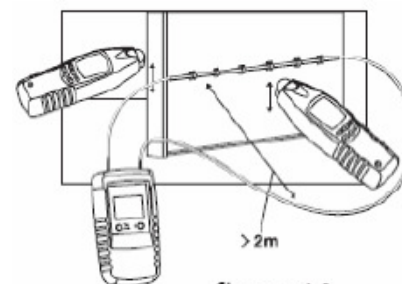

figure 14
- Connectez le transmetteur selon la figure 14.